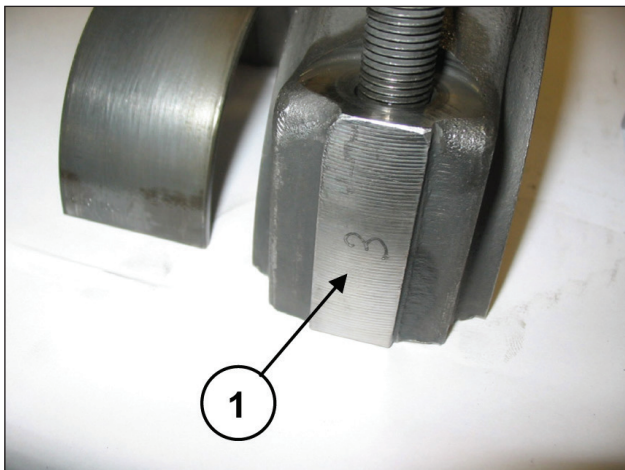

Fig. 34
Acoplar las semibielas en los sombreretes ya desmontados, controlando la numeración (pos. ①, Fig. 34).
Separar los sombreretes de las semibielas; controlar los números laterales para emparejarlos de manera correcta (pos. ①, Fig. 34).